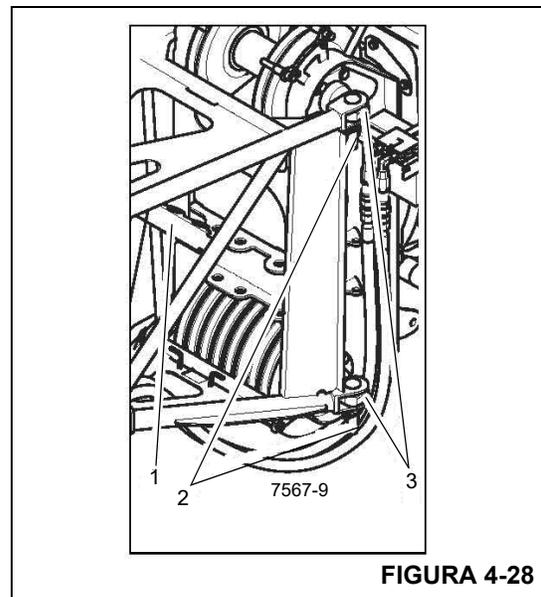

FIGURA 4-28
9. Retire los pasadores de los sujetadores (1) (Figura 4-28). Inserte los pasadores (2) por las orejetas de montaje (3) y asegure con las pinzas de retención.